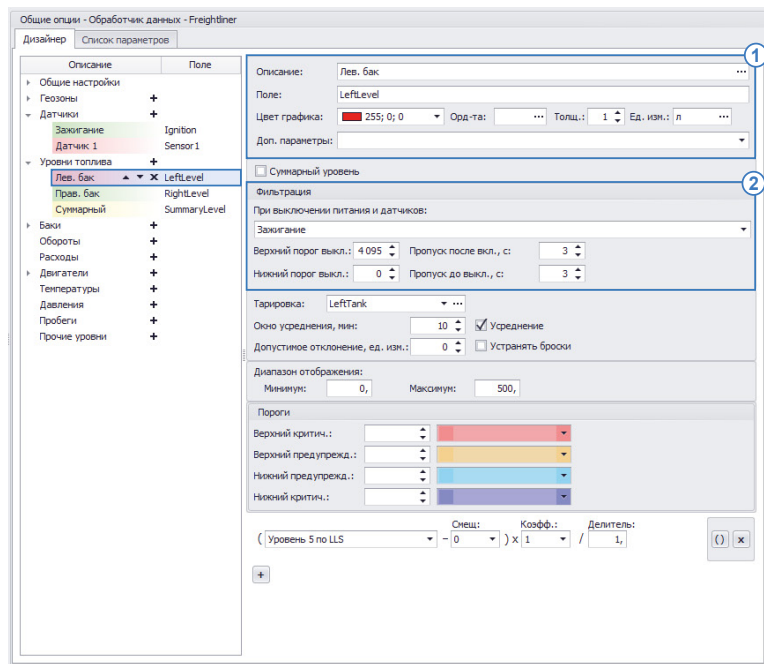

Рис.22. Параметр уровня топлива.
Виртуальный датчик уровня топлива предназначен для обработки сырых показаний реальных датчиков уровня топлива и представления их в программе в удобном для пользователя виде. Для создания виртуального датчика уровня топлива необходимо добавить новый параметр в группу «Уровни топлива» и задать настройки (Рис.22).
1. Общие настройки (Рис.22, п.1). Общие настройки описаны в разделе «Общие настройки параметров», поэтому в данном разделе их настройка рассматриваться не будет.
2. Настройка первичной фильтрации показаний уровня топлива (Рис.22, п.2)